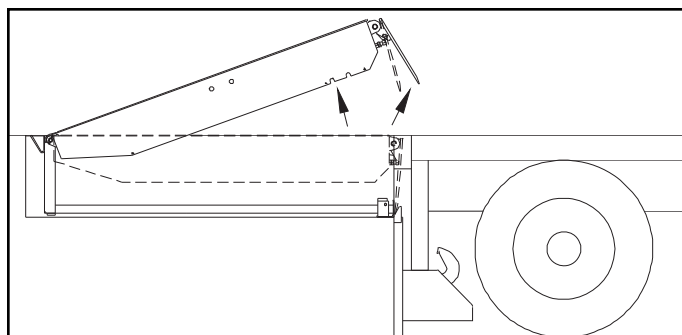

FIGURA 6 – OPERACIÓN DE CARGAMENTO AL EXTREMO – POSICIÓN DEL LABIO
1. Para activar el nivelador presione y detenga el botón LEVANTAR (RAISE) hasta que el nivelador este completamente levantado y el labio comience a levantarse. Vea la figura 6